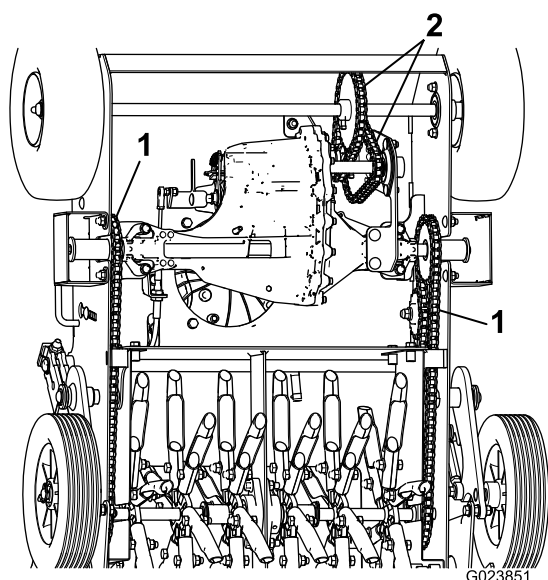

Figure 28
3. Faites tourner les roues avant et appliquez de l'huile ou du lubrifiant pour chaînes sur les maillons du brin inférieur des chaînes d'entraînement avant (Figure 28).
4. Contrôlez l'état, l'usure et la tension des chaînes d'entraînement avant (Figure 28).
5. Faites tourner les arbres des louchets avant et appliquez de l'huile ou du lubrifiant pour chaînes sur les maillons du brin inférieur des chaînes d'entraînement des louchets (Figure 28).